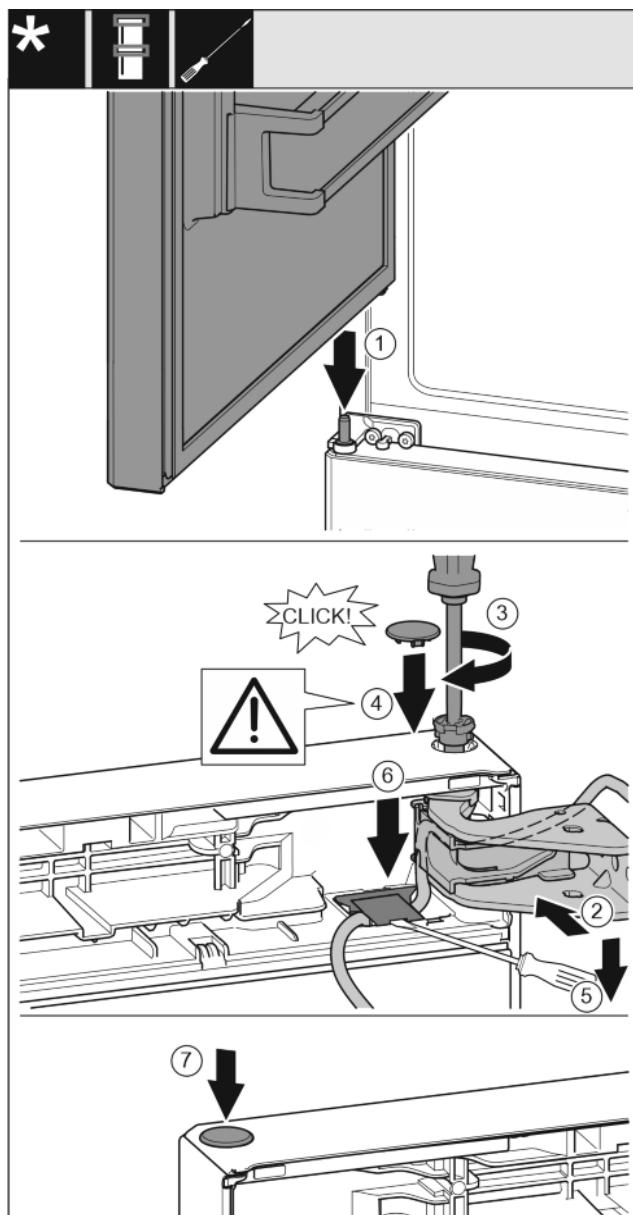

Fig. 33
- ▶ Vrchné dvere nasad'te na stredný ložiskový čap Fig. 33 (1)
- ▶ Dvere hore vyrovnejte s otvorom v ložiskovej konzole. Fig. 33 (2)
- ▶ Vložte čap a pevne ho priskrutkujte skrutkovačom T15. Fig. 33 (3)
- ▶ Namontujte poistný kryt pre poistku dverí: nasad'te poistný kryt a skontrolujte, či prilieha ku dverám. Inak čap vložte úplne. Fig. 33 (4)
- ▶ Plochým skrutkovačom nadvihnite kryt a vytiahnite ho. Potom pod kryt nasad'te kábel. Fig. 33 (5)
- ▶ Znova nasad'te kryt a tlačte ho nadol, kým nezapadne. Fig. 33 (6)
- ▶ Nasad'te zátku. Fig. 33 (7)